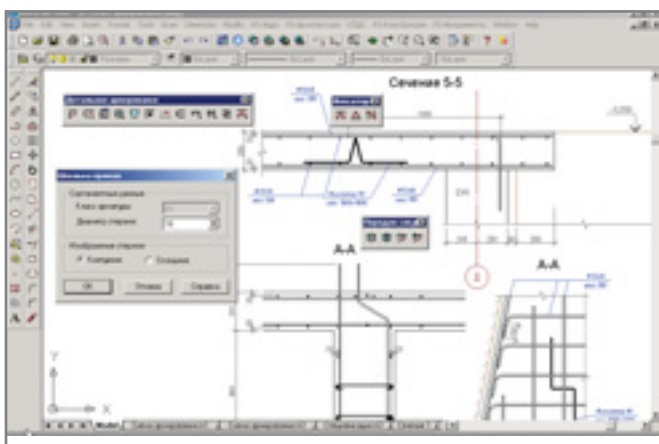

Рис. 13. Пример детального армирования
- фиксатор-разделитель (рис. 13).
Инструмент *Порядок следования стержней* (рис. 13) позволяет изменить порядок размещения контур-